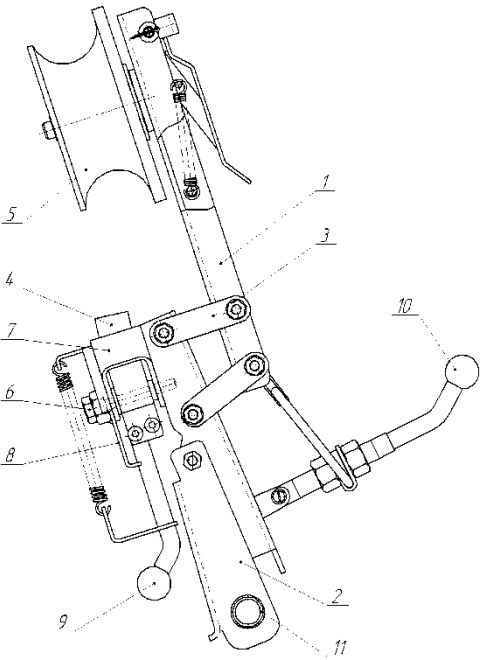

Рис.4 Подвеска тормоза с роликом
4.9 При проведении работ тележка фиксируется от любых перемещений тормозом подвески (поз.5) с одним роликом. Схема подвески с тормозом представлена на рис. 4.